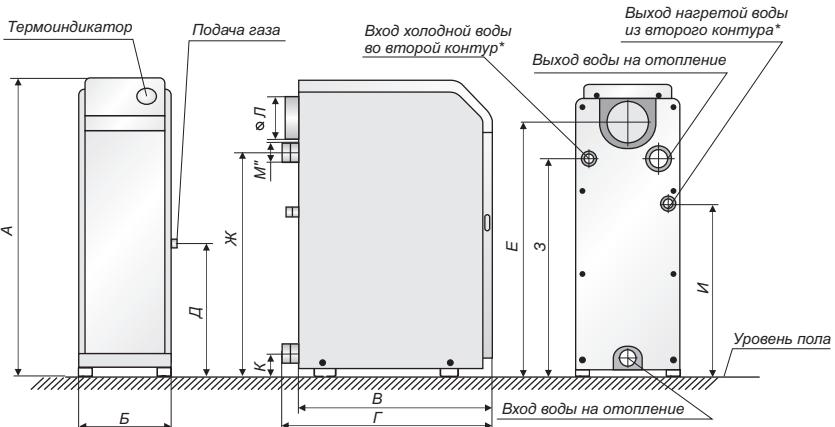
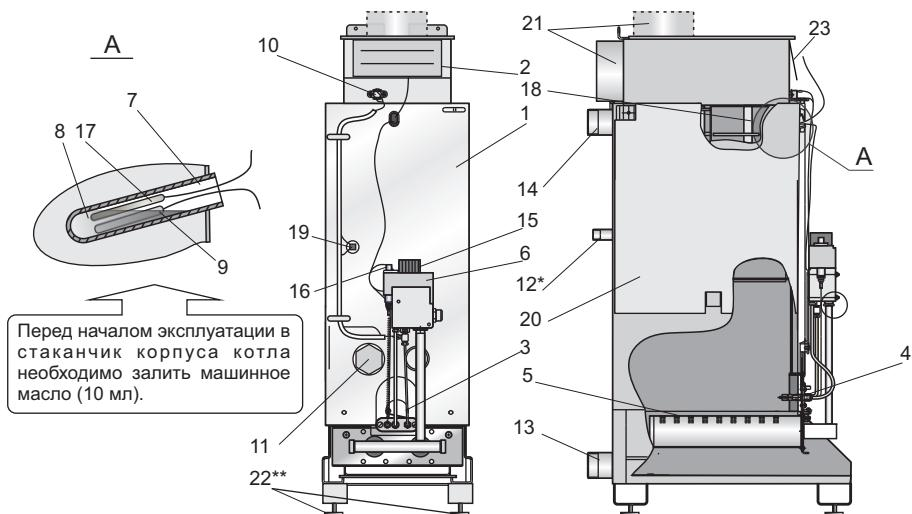

Рис. 1. Общий вид котла "Житомир-3"
Рис. 2. Схема конструкции котла "Житомир-3"
5.1. Котёл (рис.1) выполнен в виде напольного шкафа прямоугольной формы, лицевая сторона которого закрыта дверкой, обеспечивающей доступ для запуска котла и управления его работой.
Котёл состоит из следующих основных частей: корпуса котла (поз.1 рис.2), который состоит из топки и теплообменника. В теплообменнике котла установлены турбулизаторы поз. 18 для наиболее полного отбора тепла при сжигании природного газа и передачи его теплоносителю; газохода (поз. 2); горелок: основной (поз.5) и запальной (поз.4); автоматики безопасности с газовым клапаном поз.6; патрубков подвода (поз.13) и отвода теплоносителя (поз.14). В котлах с встроенным водонагревателем предусмотрены присоединительные патрубки (поз.12). На лицевой части корпуса котла расположено смотровое окно (поз.3) для контроля за розжигом и работой котла. В стаканчике (поз.7) установлен баллон термоиндикатора поз.17 и термобаллон (поз.9) газового клапана, служащий для управления его работой. Термостат (датчик тяги) (поз.10) служит для обеспечения его безопасной работы. Для наиболее полного отбора тепла снаружи корпуса котла покрыт теплоизоляцией и декоративным стальным кожухом, покрытым порошковой эмалью. В верхней части кожуха котла установлен термоиндикатор для контроля температуры воды в котле, (рис. 1).
Для установки ТЭНа необходимо слить воду из котла (системы отопления), открутить заглушку (рис.2 поз. 11) и установить на ее место ТЭН с характеристиками, соответствующими таблице 3. Залить воду в котел (систему отопления). Перед запуском котла проверить герметичность установки ТЭНа.
6.8. При установке котла в систему отопления с открытым расширительным сосудом установка датчика перегрева (п.19, рис.2) не требуется, при условии, что отказ терmostата управления не вызывает опасную ситуацию для пользователя или повреждение котла (ГОСТ Р 51733-2001).